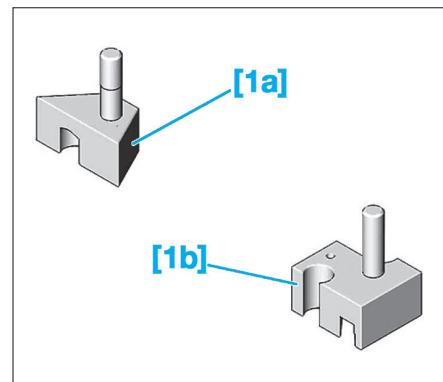

Fig. 38
- [1a] et [1b]. Cales de positionnement des canalisations haute pression des injecteurs (réf : 0194-V1 et 0194-V2) (Fig.38).